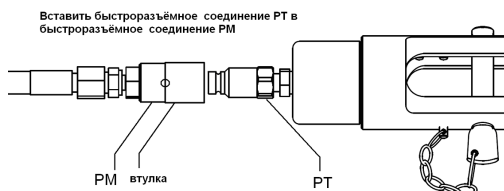

Рис.4. Работа с быстроразъёмными соединениями.
- Тянуть втулку в направлении стрелки, как показано на Рис. 4 , пока не рассоединятся быстроразъёмные соединения.